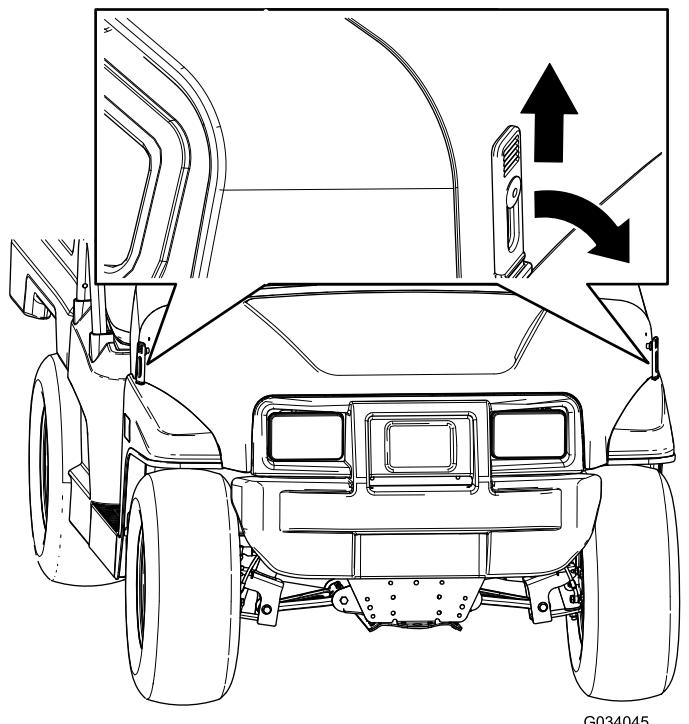

Figura 23
1. Sollevate l'impugnatura dei fermi in gomma su ciascun lato del cofano (Figura 23).
2. Fissate il cofano allineando i fermi in gomma sugli ancoraggi dei fermi su ciascun lato del cofano (Figura 23).